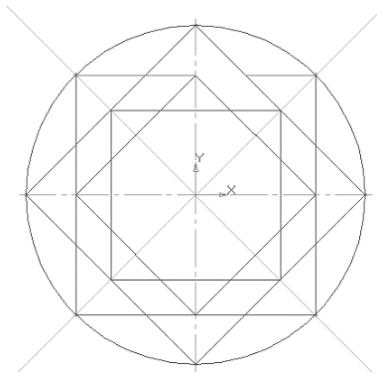

Рис. 4.9.
- клацанням ЛКМ непотрібний ділянку віддалиться (рис. 4.9);